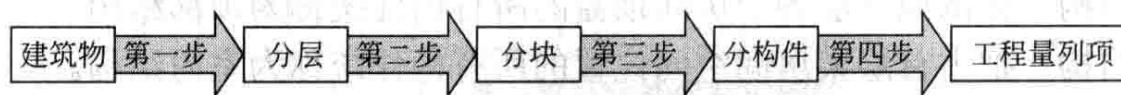

图 1-2 按照构件所处位置的列项步骤图
(1) 按照施工顺序的列项方法 这种方法主要是根据施工的顺序来列项，如平整场地—挖基础土方—基础垫层—基础—基础梁—基础柱子—基础墙—回填土等，这种方法对于有施工经验的人来说比较适用，但对于没有施工经验的人来说很难列全，漏项是不可避免的。
(2) 先列结构后列建筑的列项方法 这种方法就是先列墙梁板柱等主体构件，再列室内室外装修等装修项目，该方法也是能把工程中大的构件列出来，小的项目也会漏掉。
(3) 按照图纸顺序的列项方法 这种方法是按照图纸的顺序一张一张地过，看到图纸上有什么就列什么，图纸上没有什么就不列什么，结果漏的项更多，因为有些项目图纸上是不画的，比如散水伸缩缝、楼梯栏杆等。
(4) 按照构件所处位置的列项方法 这种方法打破建筑、结构的概念，打破施工顺序的概念，按照构件所处的位置进行分类列项。这种方法从垂直方向把建筑物分成了七层（将相同类型的层合并成一层），从水平方向把某一层又分成六大块，分别是：围护结构、顶部结构、室内结构、室外结构、室内装修、室外装修，然后从围护结构继续往下分，一直分到算量的最细末梢。这种列项方法是一个从粗到细，从宏观到微观的过程。通过以下4个步骤对建筑物进行工程量列项，可以达到不重项、不漏项的目的，如图1-2所示。